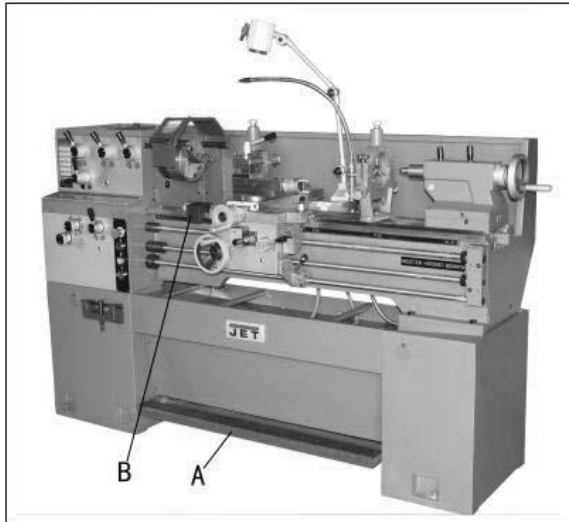

Рисунок 17
**Ножной тормоз** (А, рис. 17) - расположен между опорами станины. Нажмите для остановки всех функций станка.
**Микро-остановка каретки** (В, рис. 17) - расположена на станине станка. Ослабьте два болта с шестигранной головкой под корпусом и сдвиньте их вдоль станины в нужное положение. Затяните винты, чтобы удерживать их.